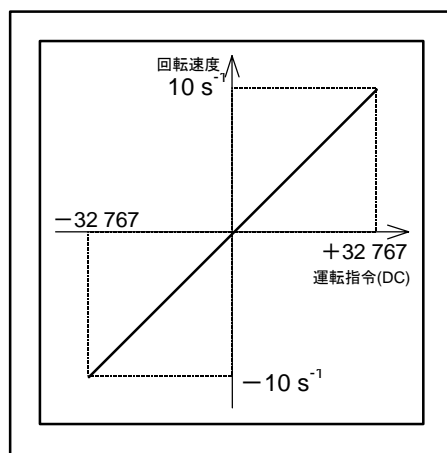

図 3-2 通信運転指令とモータ回転速度
- DC 命令のデータと回転速度の関係は図 3-2 のとおりです。